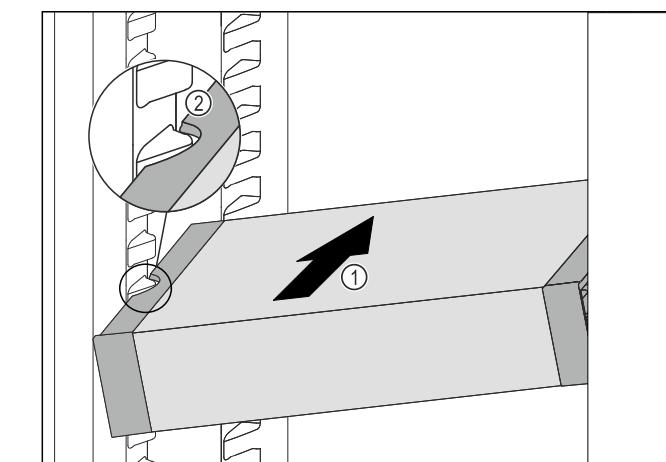

Fig. 71
- Вставити висувний ящик VarioSafe під кутом в охолоджувальне відділення Fig. 71 (1), доки бокові поглиблення Fig. 71 (2) VarioSafe не будуть розташовуватися на рівні ребра для ємності в охолоджувальному відділенні.